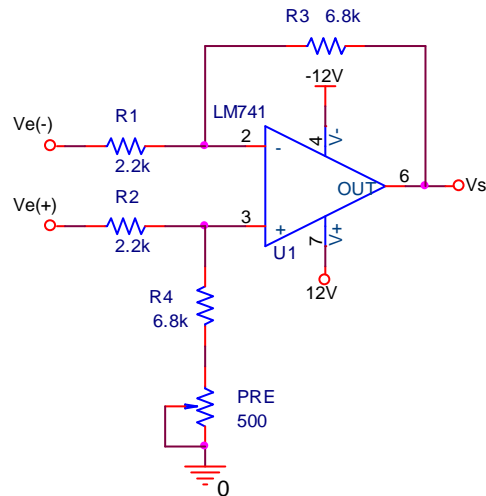

Figura 1
- 1) Arme el amplificador diferencial de la figura 1 y aliméntelo con $\pm 12V$. Tenga cuidado al polarizarlo.